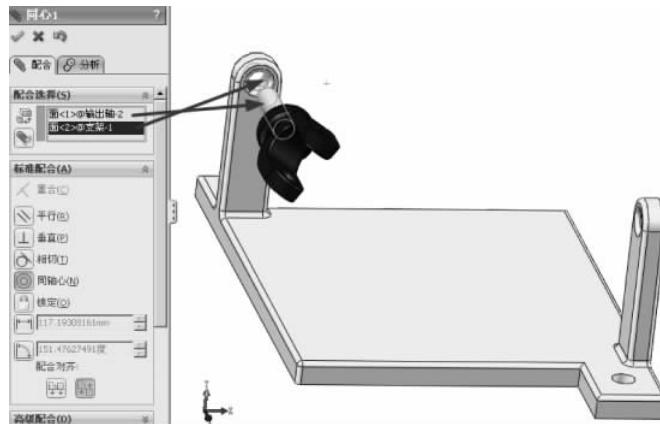

图 3-56 同轴心配合
(3) 单击【装配体】工具栏中的【配合】按钮 ，弹出【配合】的属性设置。选择【标准配合】选项组下的【同轴心】配合类型 ，在【要配合的实体】选择框 中选择如图 3-56 所示的面，其他保持默认，单击【确定】按钮 ，完成同轴心的配合。